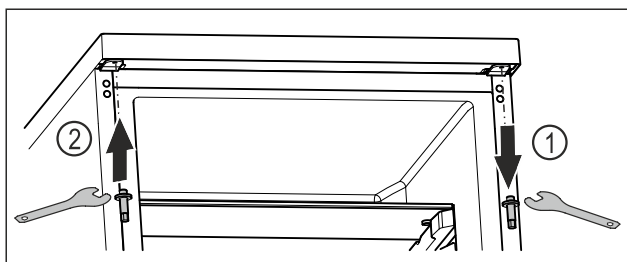

Fig. 14
- ▶ Skru den øverste bolt af med unbrakonøgle. Fig. 14 (1)
- ▶ Indsæt bolten fast på den modsatte side med unbrakonøgle. Fig. 14 (2)